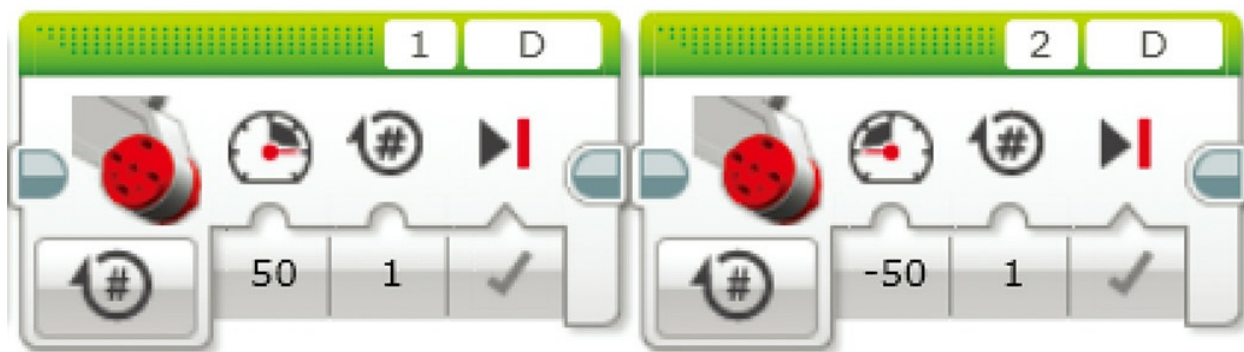

图11.24 一个轮子向前运动，一个轮子向后运动，进行差速旋转
3. 因为你想要使机器人旋转，所以现在再向画布中拖入两个大型电机模块。将层号为1的模块的功率设置为50，层号为2的模块的功率设置为-50，将旋转圈数全部设置为1（如图11.24所示）。这将会使机器人以差速绕轴心旋转，而不是转一个宽松的圆。